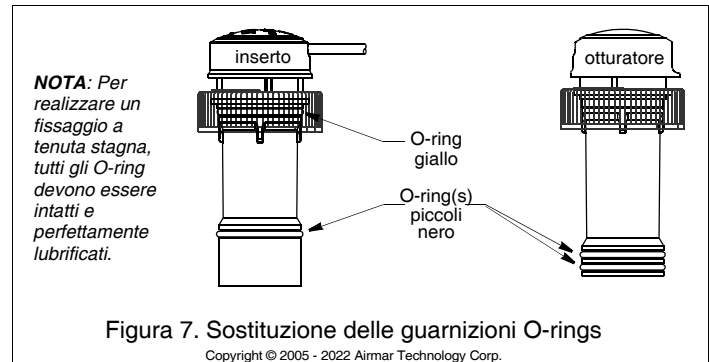

Figura 7. Sostituzione delle guarnizioni O-rings
1. *Per realizzare un fissaggio a tenuta stagna, tutti gli O-ring devono essere intatti e perfettamente lubrificati.* Sull'otturatore, ispezionate gli O-ring (sostituendoli se necessario) e lubrificateli con un lubrificante al silicone o al petrolio (figura 7).
Per realizzare un fissaggio a tenuta stagna, tutti gli O-ring devono essere intatti e perfettamente lubrificati. Installare gli o-ring sull'inserto e otturatore come mostrato (Figura 7).